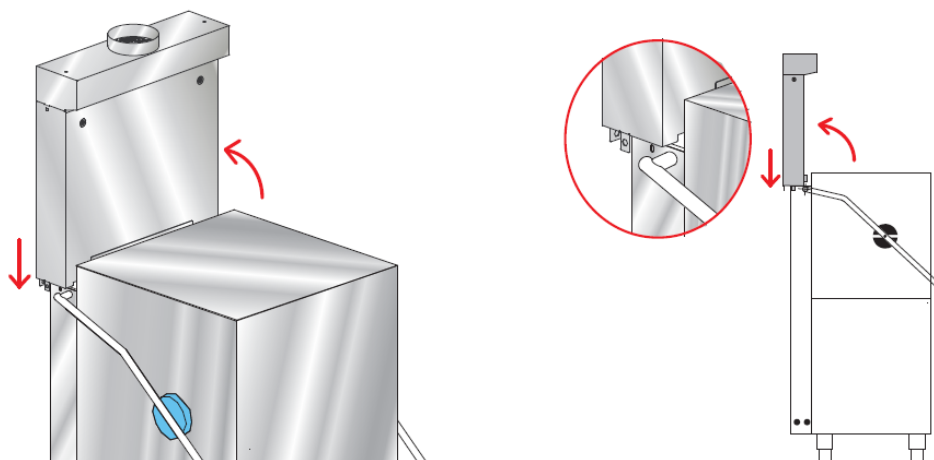

Fig 3.2.2
3. Zet de condensunit recht op.(zie fig 3.2.2)